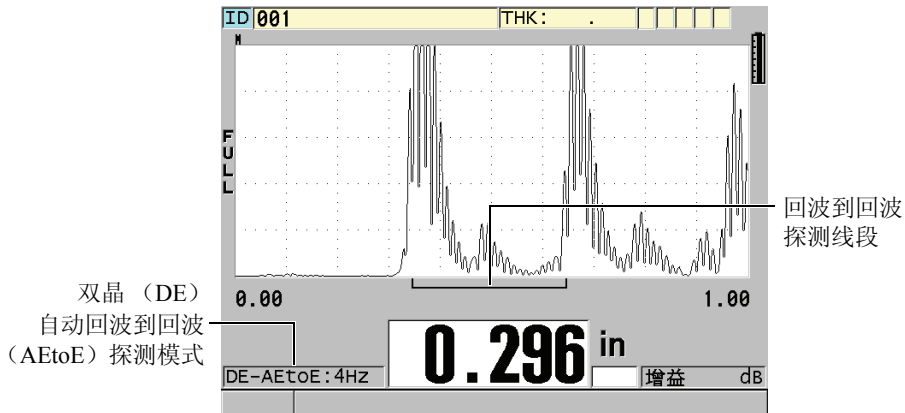

图 5-13 在自动回波到回波探测模式下进行测量
**DE-AEtoE**（双晶自动回波到回波）指示器出现在厚度读数的左侧。三角形指示器换作一条回波到回波探测线段，明确标出用于测量厚度的两个底面回波（参见第 71 页的图 5-13）。回波高度自动调整到预置水平。